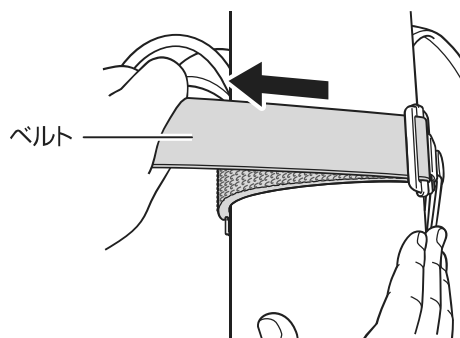

図 7 たるみをとる
2. ベルトのあまりを引いてたるみをとってください。(図7 参照)